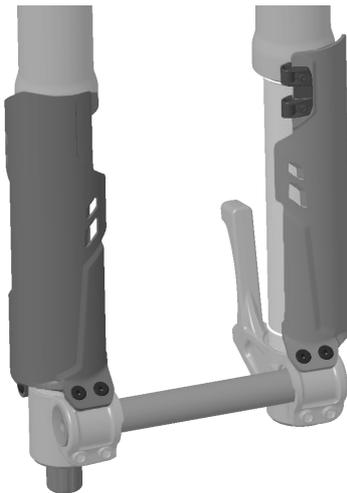

Figura 1: Parasteli installati
1. Installare ciascun parastelo come indicato (Figura 1).